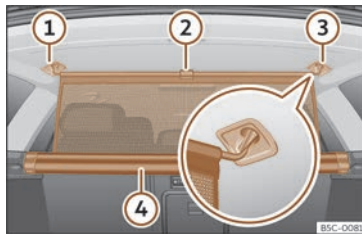

Fig. 189 Dans le coffre à bagages : accrocher le filet de séparation.
- Tirez la languette >>> fig. 189 ② vers le haut pour sortir le filet du boîtier ④.
- Attachez le filet de séparation au côté droit ou gauche ③ (image élargie).
- Attachez le filet de séparation dans le logement de l'autre côté ① en étirant la tringle.